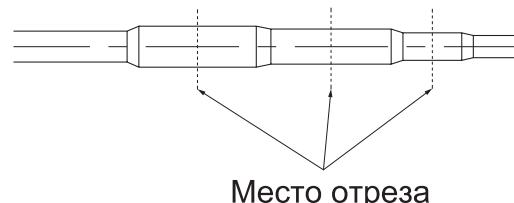

Рис. 12.7.
12.5.8. Разветвитель имеет разные диаметры в разных сечениях. В зависимости от мощности блока и диаметра трубы разветвитель отрезается в нужном сечении (рис.12.7.).